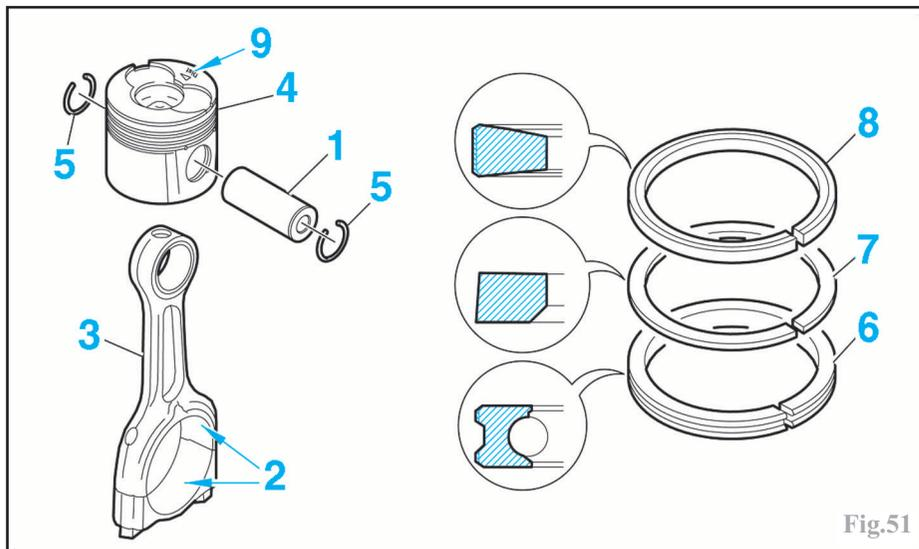

Fig.51
Effectuer l'assemblage de chaque ensemble bielle-piston, en huilant les axes (1) et le demi-coussinet (2) dans la tête de bielle (3). Utiliser des joncs d'arrêt neufs (5) (Fig.51).
orienter l'empreinte (4) des soupapes côté pompe haute pression (repère (9) vers la distribution) (Fig.51).